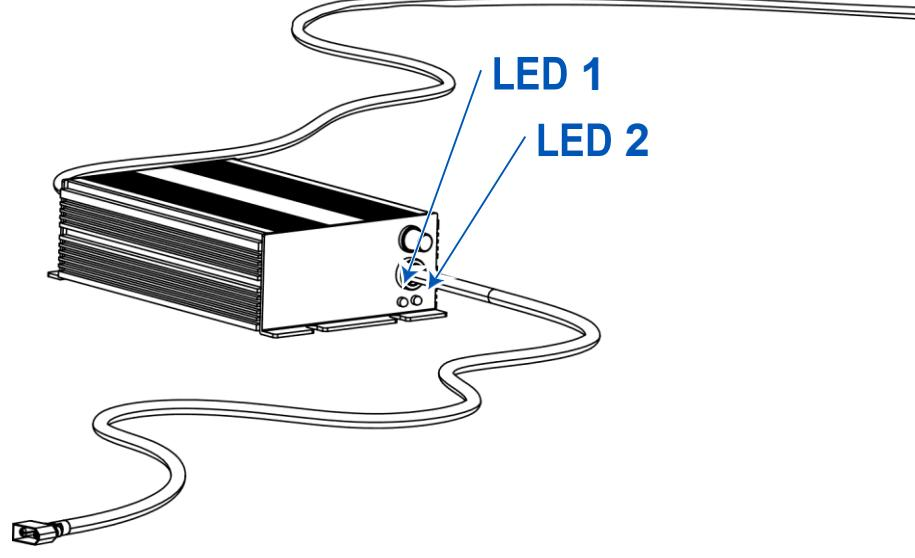

Fig. 35
1. Debe enchufar el cable del cargador a la red doméstica (Fig. 34a). En este punto, el LED 1 del cargador estará en color rojo y el LED 2 en color verde (Fig. 35).